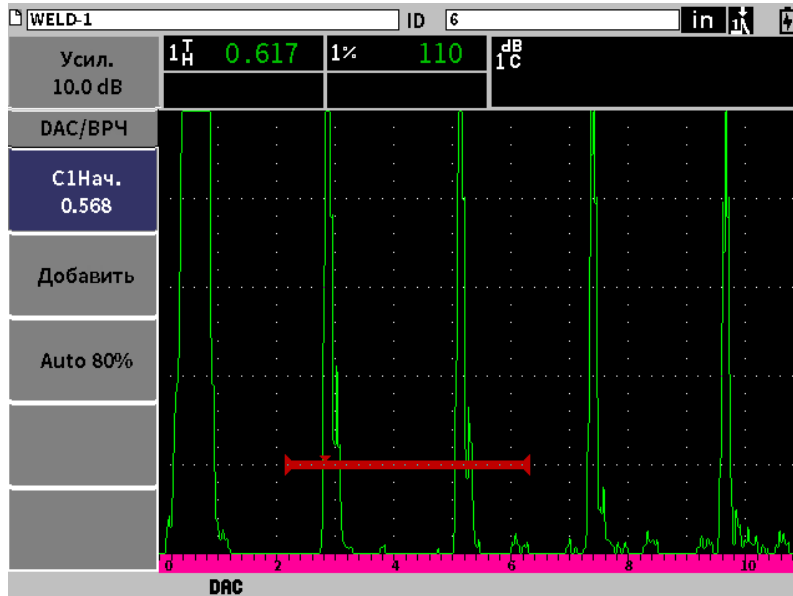

Рис. 11-3 Боковое меню DAC/ВРЧ
3. Поочередно нажмите клавиши Shift и Tab, чтобы вернуться к экрану А-скан. Подменю DAC/ВРЧ должно появиться на экране (см. Рис. 11-3 на стр 163). Если подменю не отображается, выполните следующее: